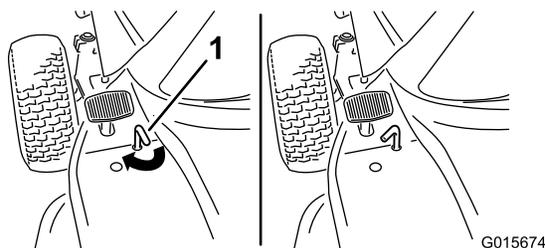

Bild 6
- Maschinen mit einem Feststellbremshebel: Drehen Sie den Feststellbremshebel (Bild 6) nach rechts und nehmen den Fuß langsam vom Bremspedal.